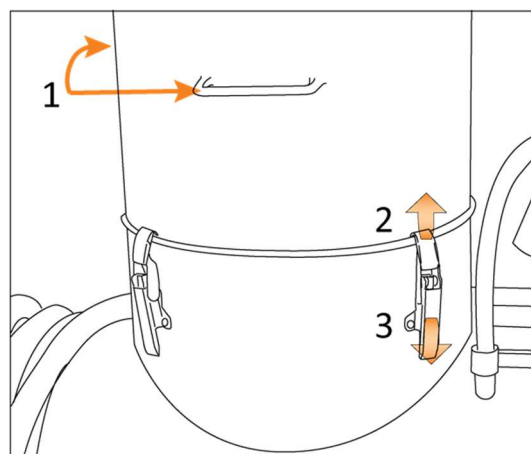

Figure 4.10: Nasadíte horní věž
Vždy používejte madel (1) in Figure 4.10) při umístění horní věže.